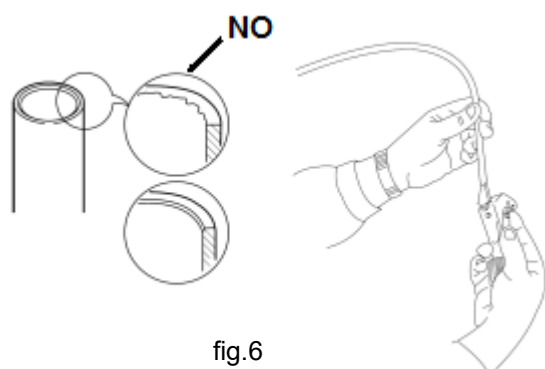

fig.6
2. Rimuovere le bave all'estremità del tubo di rame con uno sbavatore. Questa parte della procedura è importante e va eseguita con attenzione per assicurarsi che la svasatura riesca correttamente. Evitare il possibile ingresso di agenti contaminanti (umidità, sporco, residui metallici, ecc.) (fig.6).